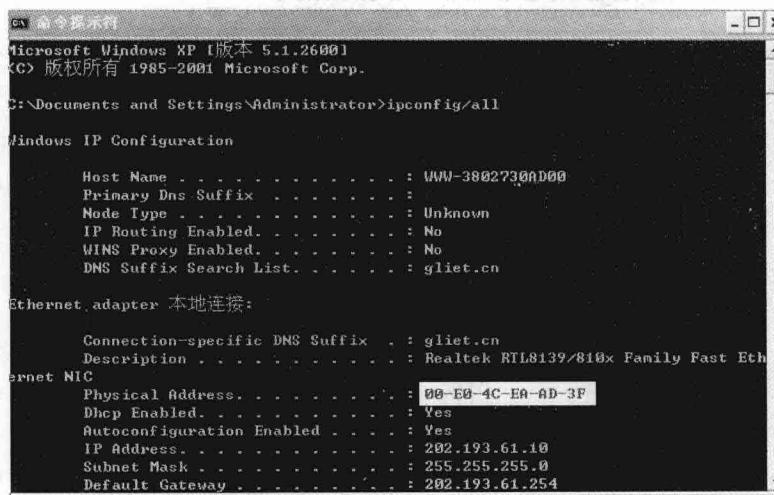

图 1-8 物理地址
(4) 将显示的物理地址“xx-xx-xx-xx-xx-xx”记下来，如图 1-8 所示。